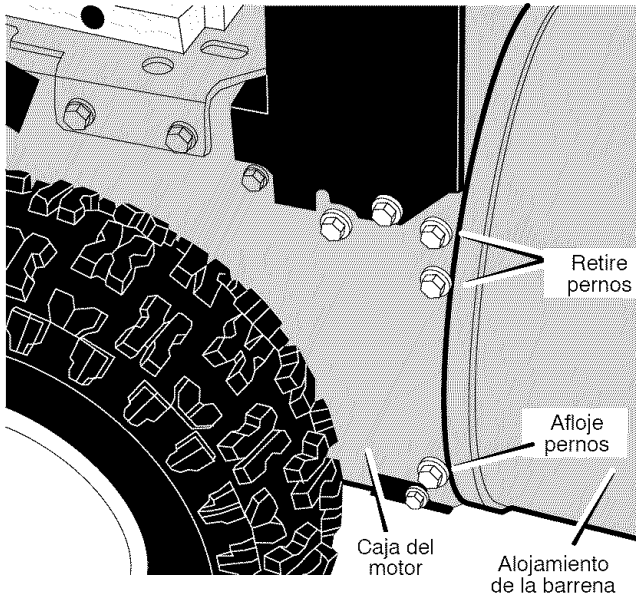

Figura 83
- Retire los cuatro **pernos** superiores que unen el **alojamiento de la barrena** y la **caja del motor**. Afloje los dos **pernos** inferiores. Ahora el **alojamiento de la barrena** y la **caja del motor** pueden separarse para retirar la correa (Figura 83).